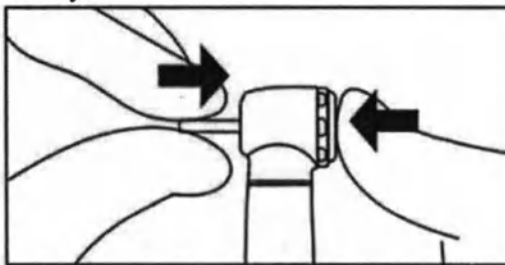

Рисунок 3
1. Нажмите кнопку зажима и вставьте инструмент в нижнюю часть картриджа, затем отпустите кнопку (см. рисунок 3);